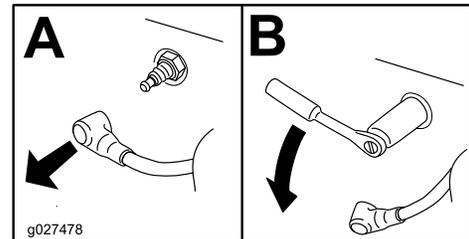

Figure 33
2. Déposez la bougie comme montré à la Figure 33.